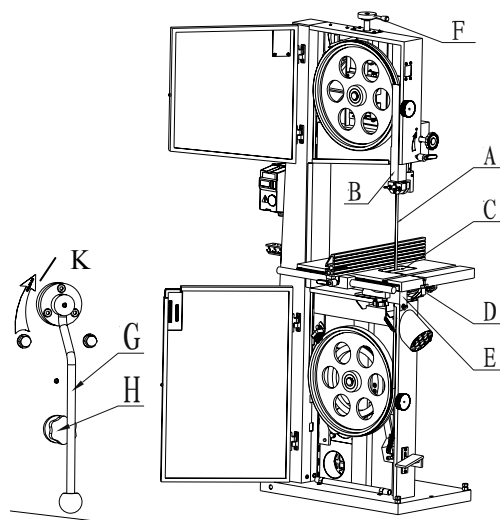

图 12
1. 旋转快速涨紧受柄 (G) 到锁紧位置, 并转动上面的锯条涨紧受柄 (F), 直到涨紧指针 (K) 位于刻度6-6之间.
4. 调整锯条运行轨迹, 确保锯条始终处于上带轮的中心位置, 并且处于轮幅的最高位置处. 如图12.